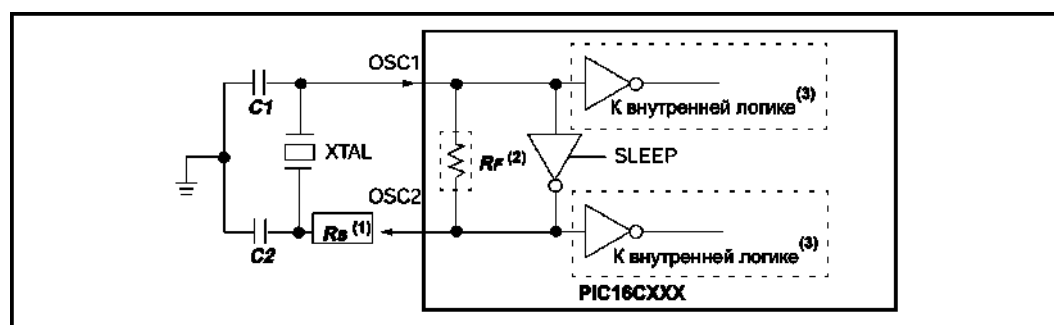
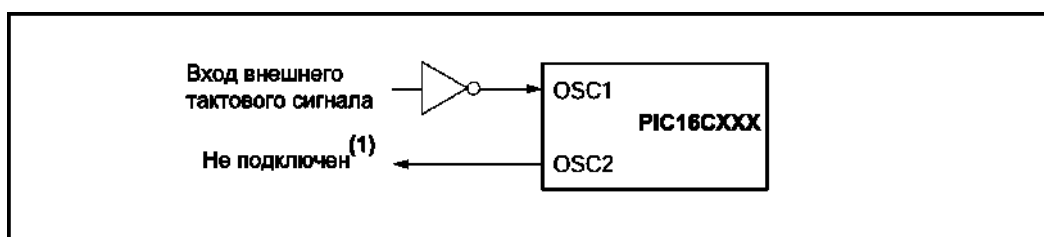

Рисунок 2.1 - Подключение кварцевого/керамического резонатора в HS, XT и LP режиме тактового генератора
Рисунок 2.3 - Подключение внешнего тактового сигнала в HS, XT и LP режиме тактового генератора
В режимах тактового генератора XT, LP и HS кварцевый или керамический резонатор подключается к выводам OSC1, OSC2 (см. рисунок 2.1). Для микроконтроллеров PICmicro нужно использовать резонаторы с параллельным резонансом. Использование резонаторов с последовательным резонансом может привести к получению тактовой частоты, не соответствующей параметрам резонатора. В режимах XT, LP и HS микроконтроллер может работать от внешнего источника тактового сигнала OSC1 (см. рисунок 2.3).
2. Емкость конденсаторов C1 и C2 (см. рисунок 2-1);
5. Сопротивление резистора Rs, если подключен (см. рисунок 2-1);
рисунок 2.1). Типовые значения емкости конденсаторов C1, C2 для кварцевого/керамического резонатора представлены в таблице 2.3 и 2.4. Точное значение емкости конденсаторов для конкретного микроконтроллера смотрите в соответствующей технической документации.
Когда микроконтроллер работает от внешнего источника тактового сигнала (рисунки 2.4, 2.5), тактовый генератор должен быть настроен в режиме HS, XT или LP (рисунок 2.3).